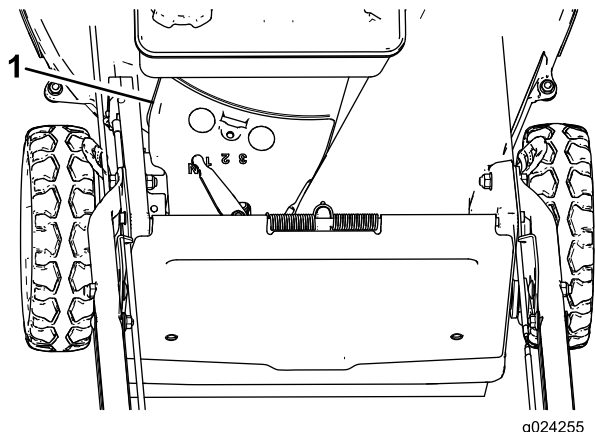

Figura 36
3. Staccate il copricinghia (Figura 36) dalla scocca del tosaerba.